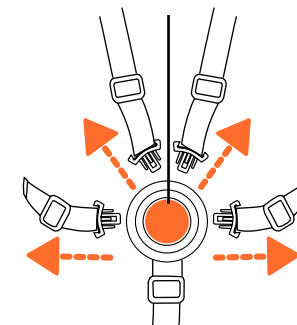

Fig. 17
- 17)** • Appuyez sur le bouton de la fermeture centrale, les quatre boucles du harnais se relâcheront (Fig. 17).